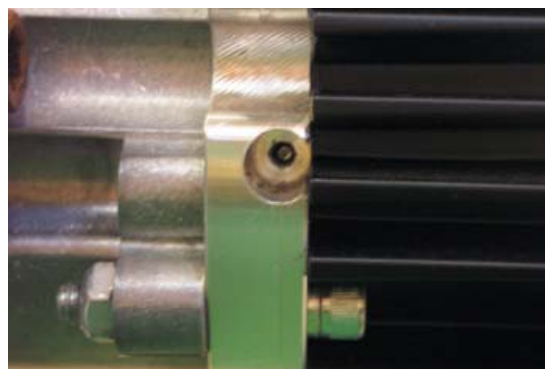

Ilustración 8
4. Observe que el tornillo de ajuste de latón ranurado permite el uso de un destornillador de hoja plana con una punta de 0,1 pulgadas de ancho y 0.025 pulgadas de espesor. Vea la ilustración 8.